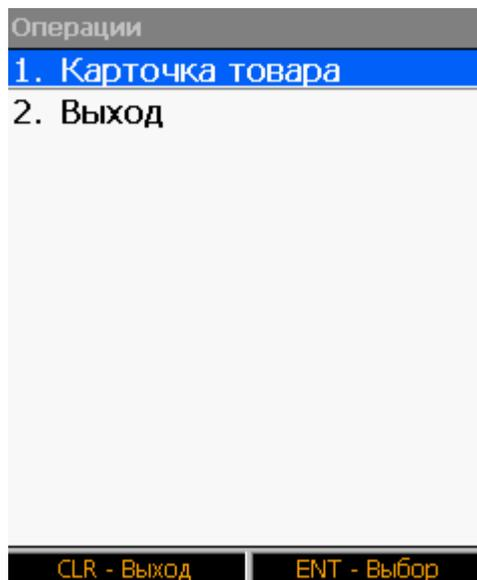

Рис.91 Дополнительное меню для работы с текущей позицией
4) Для начала подбора заказа выбрать пункт меню работы с заказами **1.Ввод** (рис. 91).
- выбрать пункт меню работы с накладной на подбор заказа (рис. 91)